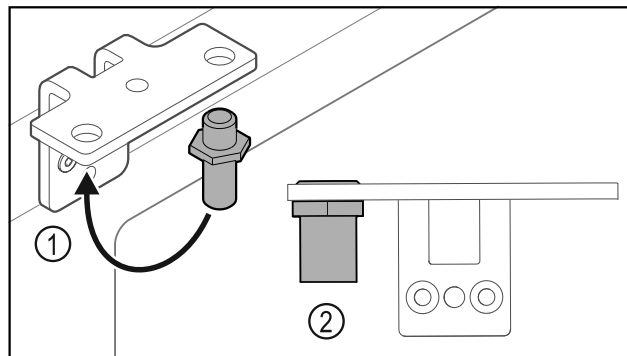

Fig. 25
- Ktheni bulonin Fig. 25 (1) në profilin e menteshës në anën tjetër.
- Shtrëngoni bulonin Fig. 25 (2) me **momentin e rrotullimit prej 12 Nm.**